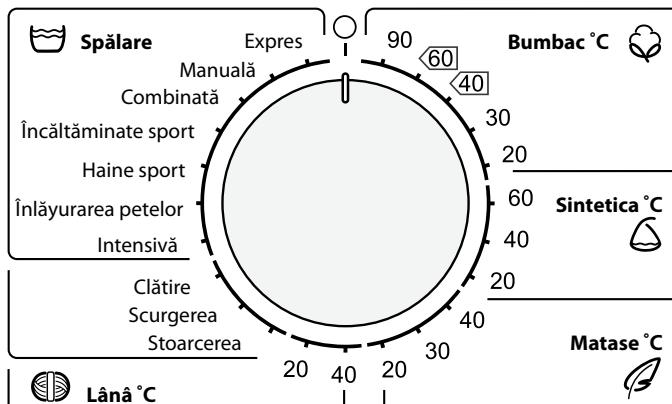

Figura 2 – Mânierul de alegere a programului de spălare
**1.1.2 Selectorul** este folosit pentru pornirea / oprirea mașinii și alegerea programului de spălare, în conformitate cu figura 2. În jurul selectorului sunt imprimate denumirile programelor și simbolul O. Selectorul se rotește în ambele direcții (în sensul acelor de ceasornic sau în sensul contrar acelor de ceasornic), și se fixează la diviziunea corespunzătoare a programului selectat. La fixarea selectorului la simbolul O mașina se oprește.
**1.3.2** Pentru a porni mașina fixați selectorul în conformitate cu figura 2 la diviziunea programului de spălare necesar – se aprind indicatorii operației de spălare a programului selectat.